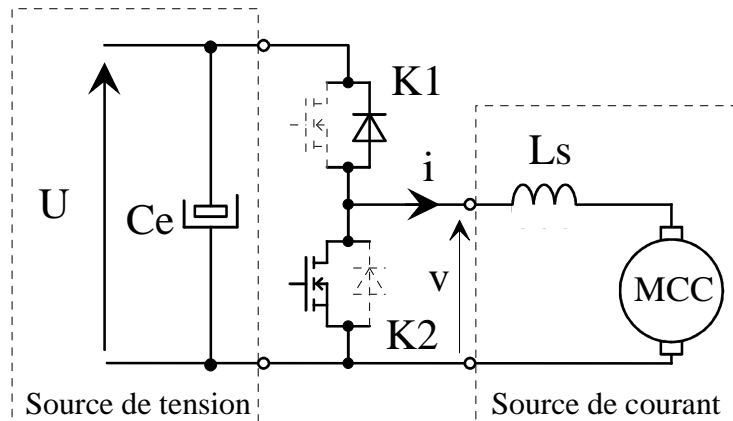

Fig. 8.3 Fonctionnement en hacheur de type BUCK
- a) Simplifier le schéma de la figure 8.3, en tenant compte des hypothèses ci-dessus.